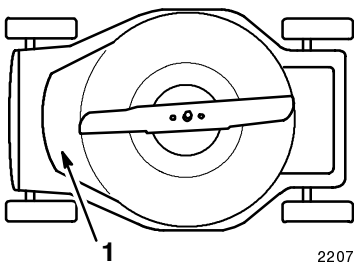

Figure 18
- Nettoyer le dessous de la tondeuse. Veiller particulièrement à bien dégager la cavité avant de tous débris (Fig. 18). Enlever la terre et l'herbe à l'aide d'un grattoir en bois. Eviter les bavures et les arêtes coupantes.
3. Basculer la tondeuse sur le côté (Fig. 18).